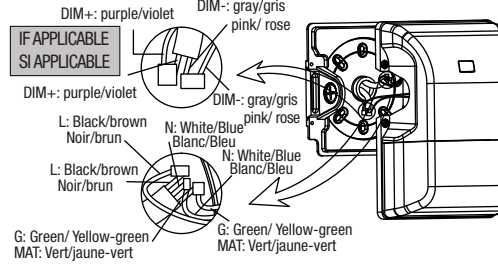

Fig. 5B
5. Pass the power cable through the side hole of the back plate and make the electrical connections between the power leads and luminaire leads by using the wire nuts. Make the dimming wire connections if applicable (Fig. 5B).
5. Passer le câble d'alimentation dans le trou latéral de la plaque arrière et effectuer les connexions électriques entre les fils d'alimentation et les fils du luminaire en utilisant des capuchons de connexion. Raccorder les fils d'alimentation de gradation de lumière si applicable (Fig. 5B).